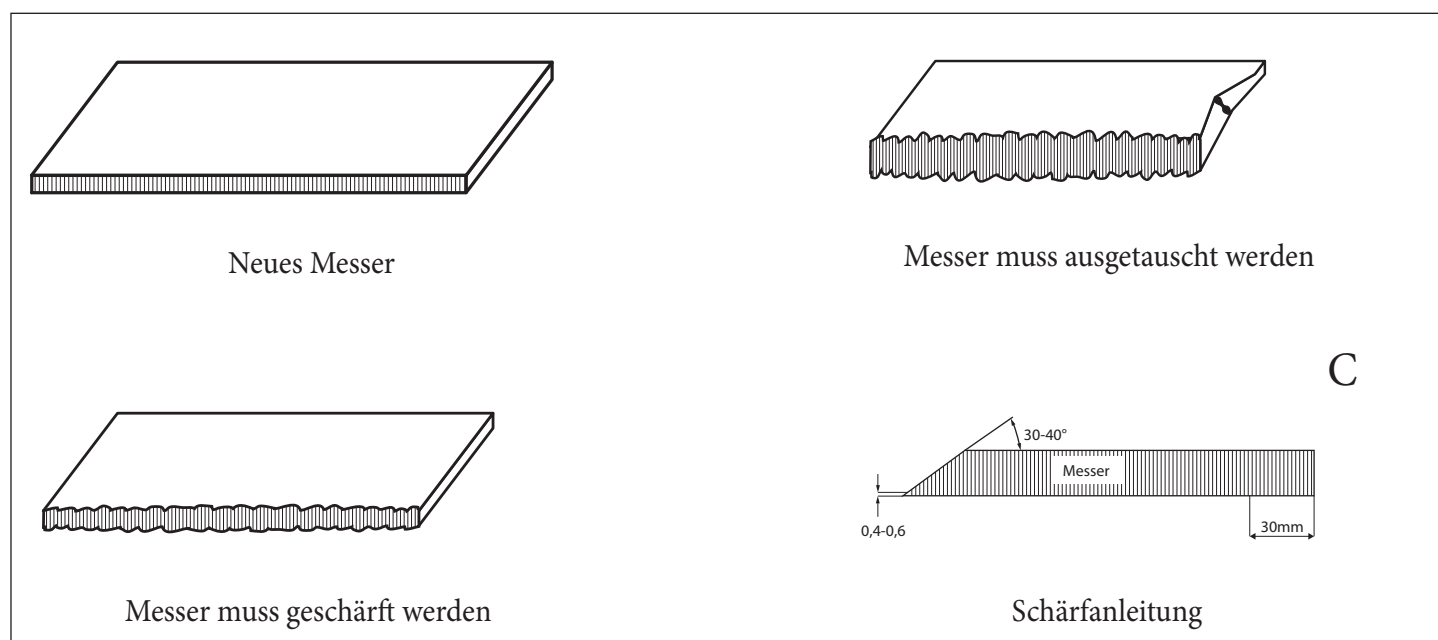

Bild 6
Zustand des Messers und der Messeraufnahme (Bild 6)
- Entfernen Sie das abgenutzte oder defekte Messer und setzen Sie ein neues ein oder schärfen Sie das Messer wie in Bild 6 Abb. C gezeigt.